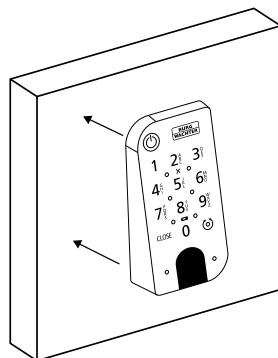

Fig. 8
- 3 Cole o teclado na parede na posição desejada (Fig. 8).